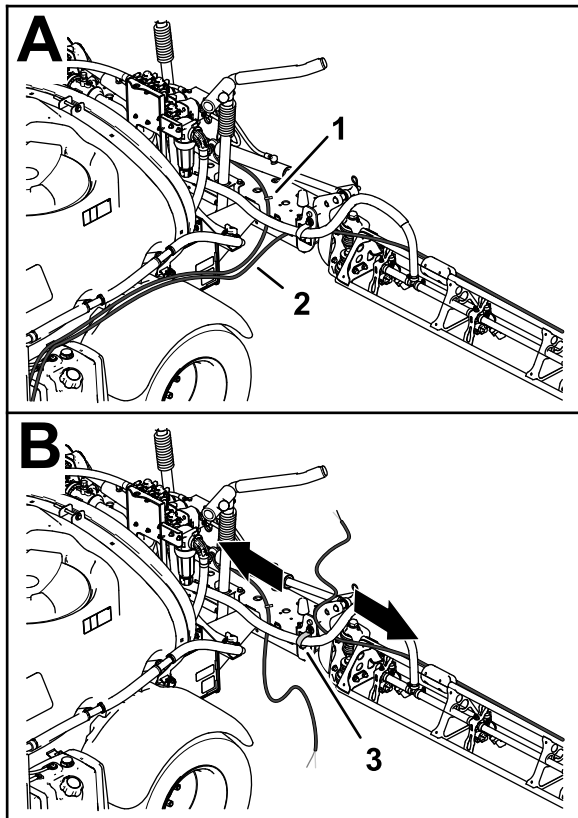

Figura 19
2. Mueva los tubos de las boquillas de espuma de las secciones de fumigación izquierda y derecha hacia atrás, a través de la abrazadera en R situada cerca del punto de giro de la sección de fumigación (Figura 19).